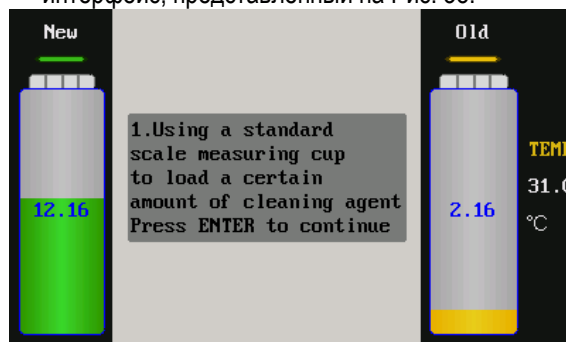

Рис. 38
- 11) Выбрать параметр "Cleaning Speed" ("Скорость очистки") в главном меню [Sensor Calibration], а затем нажать кнопку ENTER для входа в интерфейс, представленный на Рис. 38.